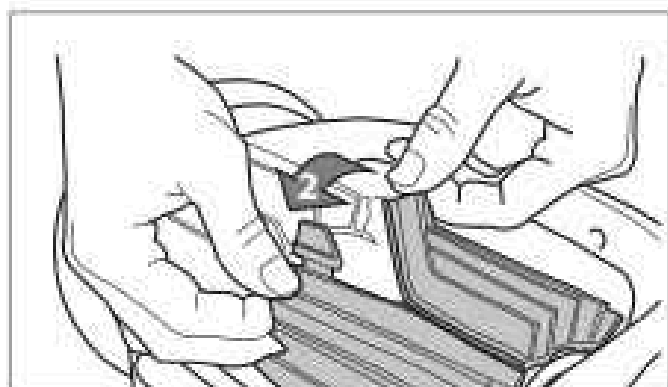

Figure 27. Enlever les onglets de la brosse
2. Séparez les bords de la brosse et défaites les onglets (Figure 27). Enlevez les brosses usées.